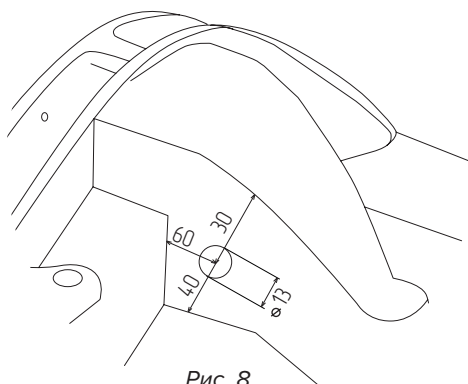

Рис. 8
2. Просверлите в картере моста сквозное отверстие сверлом $\phi 13$ (см. раздел Материалы) на расстоянии 30 мм от верхнего края картера моста, 60 мм слева от края технологического прилива и 40 мм снизу от края технологического прилива (**Рис. 8**).